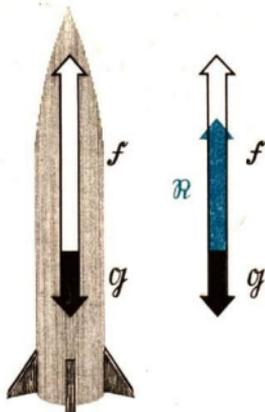

Bild 123/1 Die resultierende Kraft  $R$  bewirkt den Start der Rakete
- Eine Rakete entfernt sich von der Erdoberfläche, wenn die Wirkung der senkrecht nach oben gerichteten Schubkraft  $\mathfrak{F}$  größer als das Gewicht  $\mathcal{G}$  der Rakete ist, das senkrecht nach unten gerichtet ist (Bild 123/1). Wie groß ist der Betrag der resultierenden Kraft?